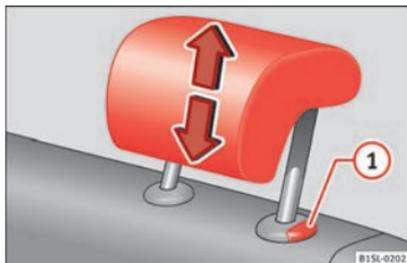

Fig. 66 Ajustar os encostos de cabeça traseiros.
- Desbloqueie o encosto de cabeça no sentido da seta, para cima ou para baixo ao mesmo tempo que pressiona o botão » Fig. 66 ① » ⚠.